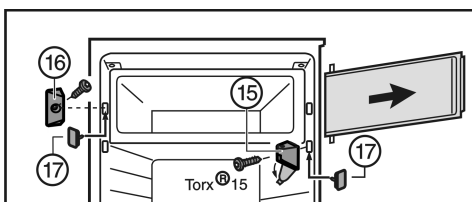

Fig. 7
- ▶ Зніміть кришку на опорному кронштейні Fig. 7 (15).
- ▶ Відкрутіть опорний кронштейн Fig. 7 (15) з дверцятами камери.
- ▶ Відкрутіть замок Fig. 7 (16).
- ▶ Закрийте отвори, які звільнилися, пробками Fig. 7 (17), що входять у комплект.